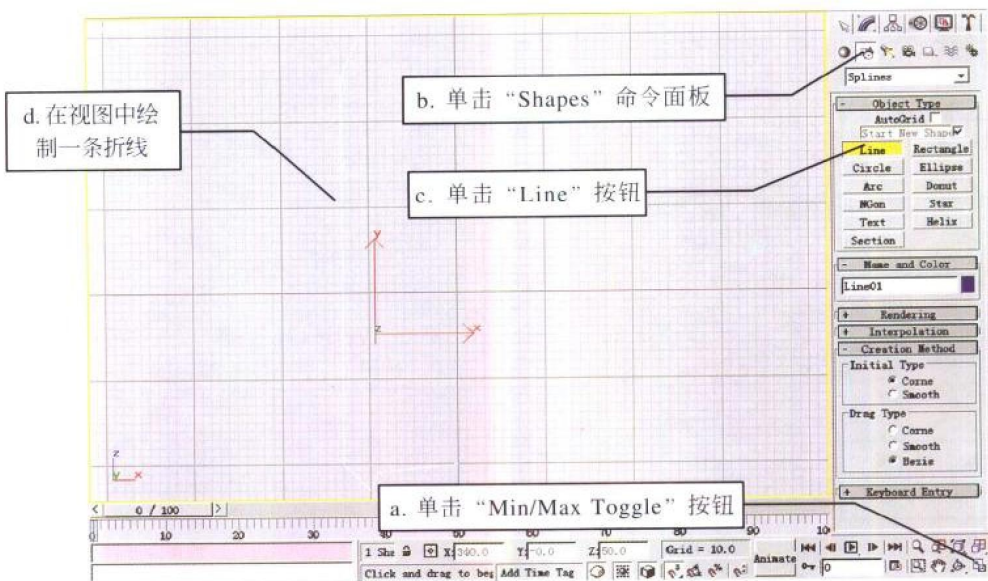

图 1-1-3
(1) 选中“Front”（前）视图，按下“W”键，或单击视图控制区中的“Min/Max Toggle”（最小/最大化开关）按钮，见图 1-1-3 中的 a，将当前视图最大化。
(2) 按下“S”键，打开三维捕捉开关，以便使每一次移动的步长相同。
(3) 单击“Create”（建立）→“Shapes”（二维造型体）命令面板，见图 1-1-3 中的 b。单击其中的“Line”（画线）按钮，见图 1-1-3 中的 c。在视图中绘制一条折线，见图 1-1-3 中的 d，作为易拉罐罐身的轮廓线。